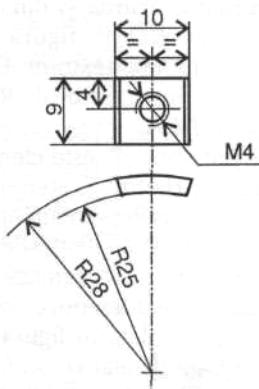

Figura 9
- PIULITE (poz. 4), doua la numar, pentru fixarea INELULUI (5) de CORPUL DISTRIBUITORULUI (1). Forma si dimensiunile sunt prezentate in **figura 9**. Se executa din stratitex (textolit);